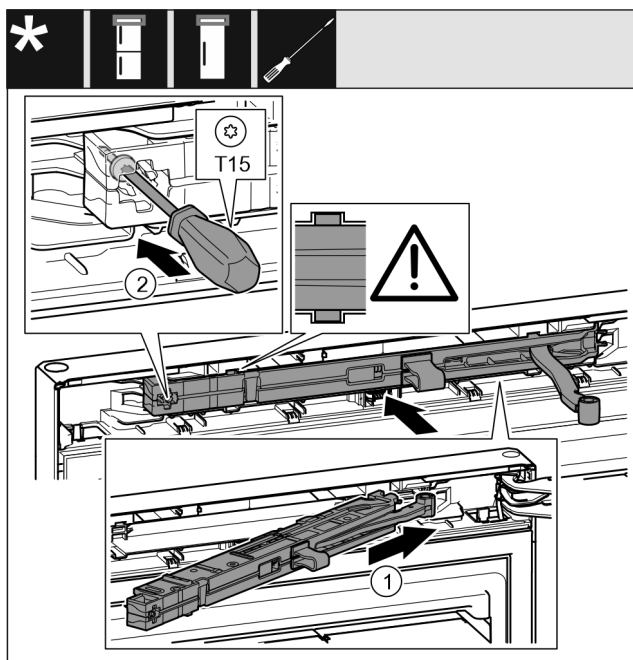

Fig. 71
- ▶ Inserire in diagonale l'unità dell'ammortizzatore di chiusura Fig. 71 (1) nel vano sul lato del blocco di supporto fino a battuta.
- ▶ Stringere la vite Fig. 71 (2) con un cacciavite.